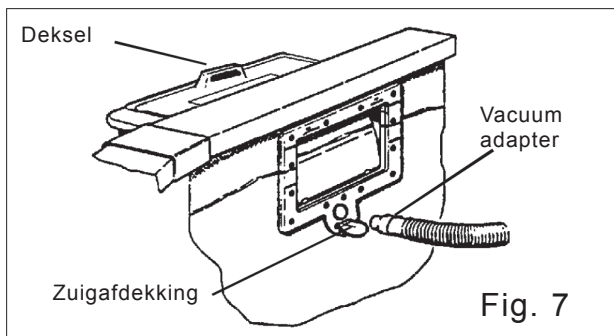

Fig. 7
Uw standaard skimmer maakt het onderhoud van uw zwembad gemakkelijker. Bladeren en drijvend vuil worden uit het water gehaald en komen in de skimmermand. Reinig de mand regelmatig om uw zwembad blijvend schoon en hygienisch te houden. De nummers die tussen haakjes zijn aangegeven, verwijzen naar de nummers van de illustratie (Fig 7).
3. Buig de afdekking van de vacuümopening (12) zodat deze naar beneden wijst. Plaats het toelopende einde van de vacuümadapter met de slang vastgemaakt in de opening door een draaiende beweging te maken. (Fig. 7).
4. De deksel (2) heeft twee functies. In de normale positie bedekt deze de bovenkant van de filter. Tijdens het aanzuigen, wordt ditzelfde deksel de afsluitplaat voor het aanzuigen, zorg ervoor dat de pomp op OFF staat. Verwijder de deksel, draai deze 90° en laat het naar binnen zakken en plaats deze boven de mand. Zorg ervoor dat er geen lucht onder de deksel zit.